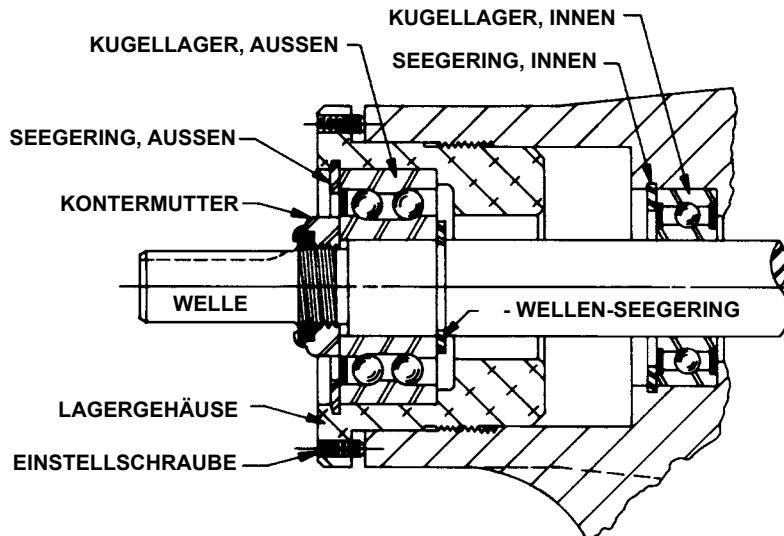

ABBILDUNG 9 - AXIALLAGER BAUGRUPPE GRÖSSEN G, GG, H, HJ UND HL
6. Führen Sie in den Anschluss zwischen den Rotorzähnen eine Messingstange oder Hartholz ein, damit sich die Welle nicht drehen kann. Drehen Sie die Kontermutter gegen den Uhrzeigersinn und nehmen Sie sie heraus. Siehe **Abbildung 9 oder 10** auf Seite 6.
7. Lösen Sie die beiden Einstellschrauben vor dem Lagergehäuse, drehen Sie die Axiallagerbaugruppe gegen den Uhrzeigersinn und nehmen Sie sie vom Gehäuse ab. Siehe **Abbildung 9 oder 10** auf Seite 6.
8. **G, GG, H, HJ, HL:** Nehmen Sie den Seegering von der Welle ab. Siehe **Abbildung 9** auf Seite 6.
G, GG, H, HJ, HL: Nehmen Sie den äußeren Seegering aus dem Lagergehäuse und nehmen Sie das Kugellager heraus. Siehe Abbildung 9.
13. G, GG, H, HJ, HL: Setzen Sie den Seegering der Welle in die Nut auf der Welle ein. Siehe **Abbildung 9** auf Seite 6.
14. Füllen Sie die Schmierkammer zwischen dem inneren Kugellager und der doppelten Kugellagerreihe in der Axiallager-Baugruppe circa bis zur Hälfte mit Mehrzweckfett NLGI #2. Siehe **Abbildung 9 oder 10** auf Seite 6.
G, GG, H, HJ, HL: Setzen Sie das Kugellager auf das Lagergehäuse nach außen, die abgedichtete Seite zeigt zum Kupplungsende der Welle. Siehe **Abbildung 9**, Seite 6. Setzen Sie den Seegering auf das Lagergehäuse, wo es das Kugellager hält. Dieser Seegering hat eine konische Kante, die sich in die konische Nut im Lagergehäuse einpasst. Das konische Ende liegt dem Kugellager gegenüber.
Siehe **Abbildung 9 und 10**.